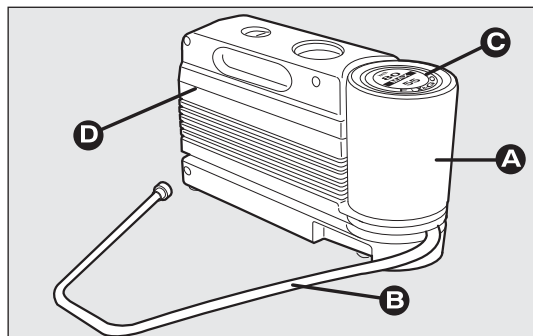

fig. 150
El kit fig. 150 incluye:
- ☐ un compresor D-fig. 150 con manómetro y racores que se encuentran en el compartimiento;